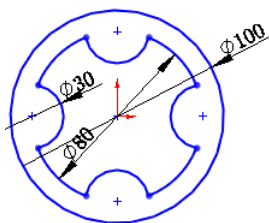

图 2.11.13 草图
下面讲解爆炸块的操作过程(图 2.11.13)。
Step1. 新建一个零件文件并进入草图环境(图 2.11.13)。